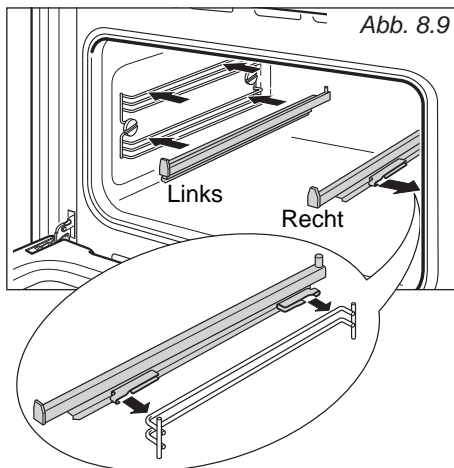

Abb. 8.9
- Befestigen Sie die Teleskopschienen am oberen Draht eines Rostes und drücken Sie diese fest (Abb. 8.9). Sie werden einen Klick hören, sobald die Sicherheitsverriegelungen den Draht umklammern.